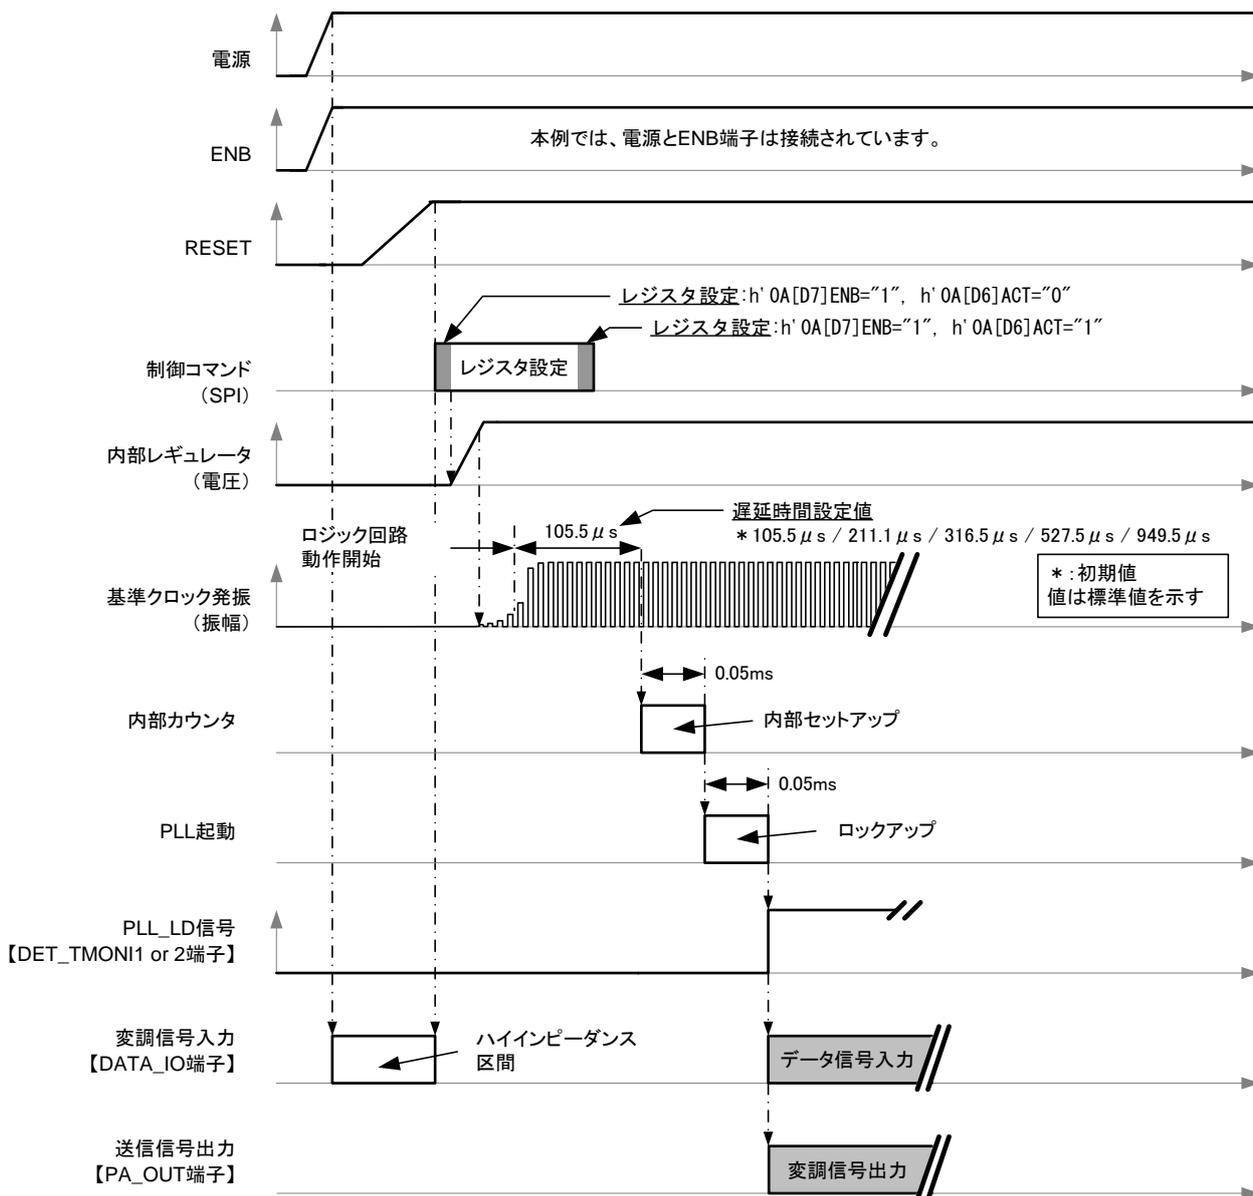

図 6-30 タイミングチャート例(SPI 制御設定送信モード)
バッテリーセーブ～スタンバイ状態から送信動作状態に移した場合は図 6-30 に示します。
- ・ 起動時間の短縮のために、スタンバイ状態を経由せずに動作状態への遷移も可能です。この方法では、ENB 端子="H"、h'0A[D7]ENB="1"、h'0A[D6]ACT="1"、とした上で他のレジスタを設定します。ただしこの方法の場合、レジスタ設定と IC の内部セットアップが重なると誤動作する場合があります。これを避けるには、SPI の通信速度を十分に速くするか、あるいは図 6-30 の方法を選択してください。